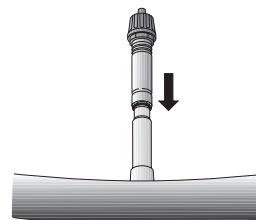

Fig. 5
- Fate uscire la guarnizione dalla sua sede sulla prolunga e posizionatela direttamente sulla valvola (Fig. 5).
- Take the seal from its seat in the adapter and place it directly on the valve (Fig. 5).
- Den Dichtring aus der Nut der Verlängerung herausstreifen und auf den Schaft des Ventils führen (Abb. 5).
- Faites sortir le joint de son logement sur le raccord et positionnez-le directement sur la valve (Fig. 5).
- Sacar la junta de su asiento en el prolongador y colocarla directamente en la válvula (Fig. 5).
- Neem de afsluiting van de adapter en plaats hem direct op het ventiel (Fig. 5).